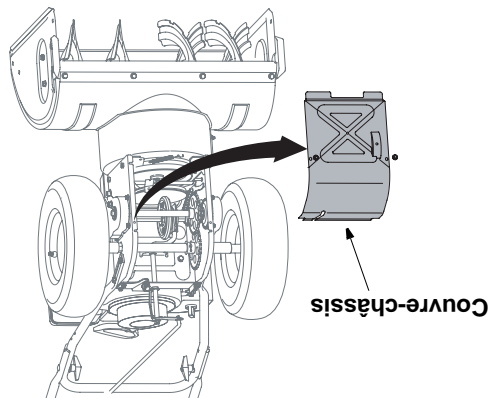

Figure 24
- Basculez la souffeuse vers l'avant pour la faire reposer sur l'habitacle. Enlevez les deux vis auto-taranduses du couvre-châssis sous la souffeuse et écartez-le. Voir la Figure 24.
- Basculez la souffluse vers l'avant pour la faire reposer sur l'habitacle. Enlevez les deux vis auto-taranduses du couvre-châssis sous la souffluse et écarterz celui-ci. Voir la Figure 24. Faites faire un demi-tour à la vis à épaulement et dégagez-la du support de montage. Voir la Figure 24.